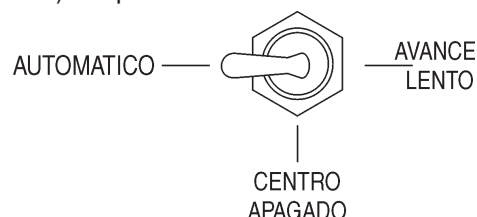

Figura 22. Interruptor de control de tiempo del cilindro (automático)
5. Gire el **interruptor de control de tiempo del cilindro** (Figura 22) a la posición **AUTOMATICO**.